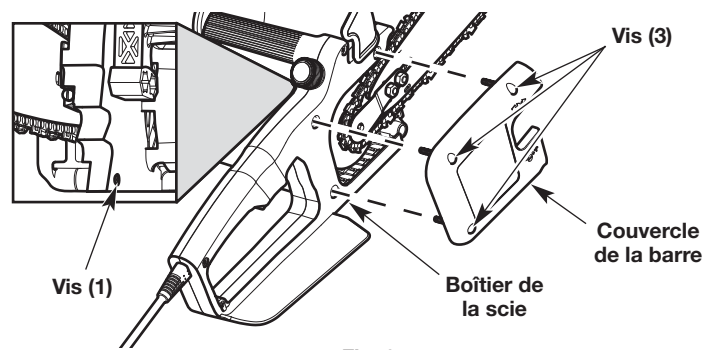

Fig. 35
1. Utiliser un tournevis cruciforme pour retirer les quatre (4) vis qui maintiennent le couvercle du guide-chaîne en place (Fig. 35).
3. Utiliser une clé de 7/16 po (11 mm) pour desserrer légèrement les écrous qui retiennent le guide-chaîne en place (Fig. 35). **Ne PAS** enlever les boulons qui retiennent le guide-chaîne.
4. Serrer manuellement les écrous qui retiennent le guide-chaîne (Fig. 35).
8. Placer le couvercle du guide sur le boîtier de la scie (Fig. 35). Aligner les ouvertures du couvercle du guide avec celle du boîtier de la scie.
9. Insérer les quatre (4) vis dans les ouvertures alignées. Serrer bien les vis.